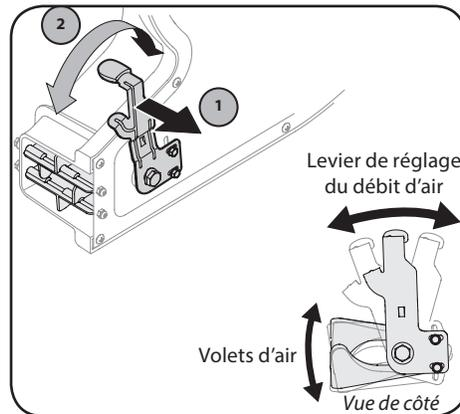

Figure 4-4
1. Tirez le levier de réglage du débit d'air vers l'extérieur en l'éloignant de l'appareil. Voir Figure 4-4.